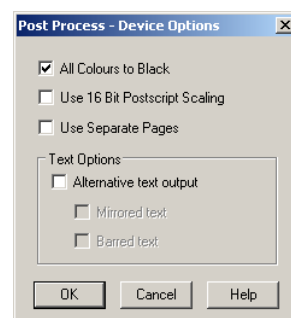

Рис. 4. Настройка цвета печати.
19. В появившемся окне Post Process – Device Options (рис. 4) включим опцию All Colours to Black (печатать все цвета черным) и нажмем кнопку ОК.